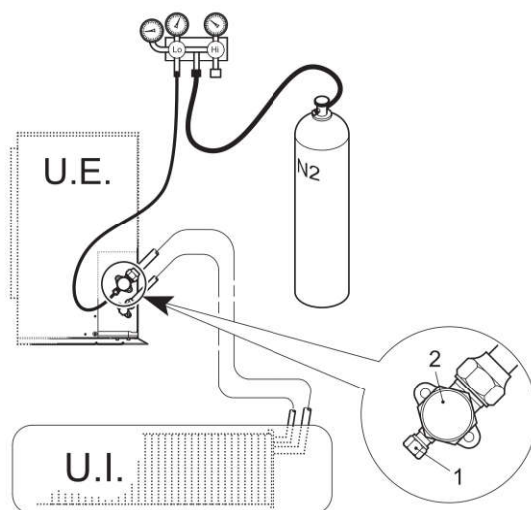

fig. 21 -
- Met de servicekleppen van de buitenunit volledig gesloten, verwijdt u de dop van de servicekraan (deel 1 - "afb. 21 -") en de verbinding (deel 2 - "afb. 21 -") van de gasklep (de grotere)